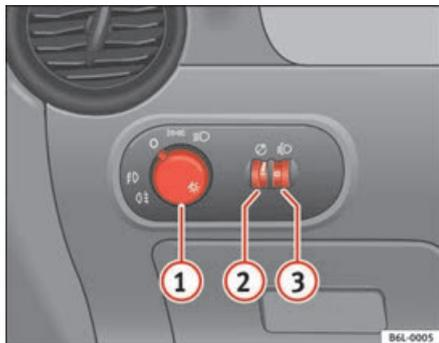

Fig. 57 Pormenor do painel de instrumentos: comando das luzes, faróis de nevoeiro e a luz traseira de nevoeiro
- Rodar o interruptor da luz ⇒ fig. 57 para a posição ☸.